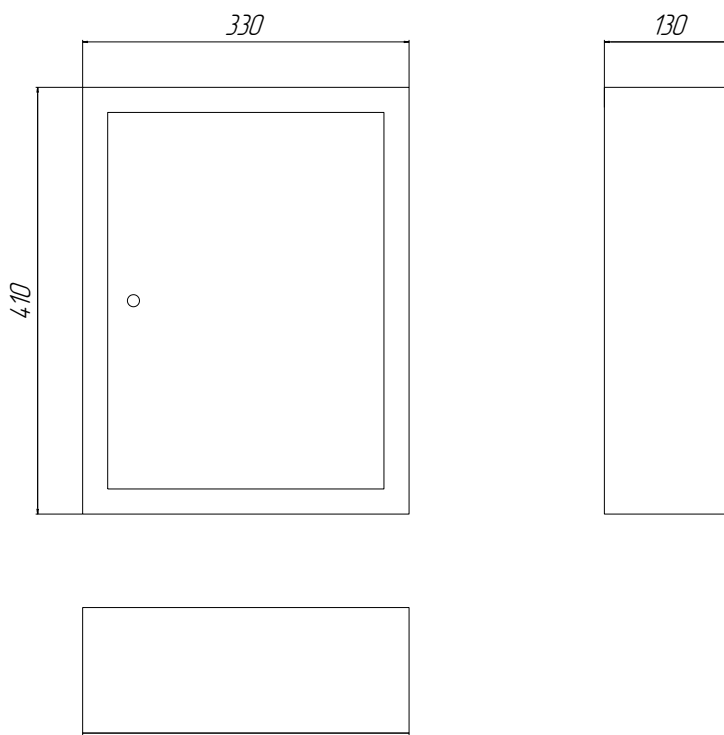

Рис. 1 Габаритные размеры.
6.3 Установить ЯПАПЗС на месте эксплуатации и закрепить, присоединительные размеры приведены на рис. 1. Монтажное соединение шкафа к стене должно обеспечить класс защиты IP54.